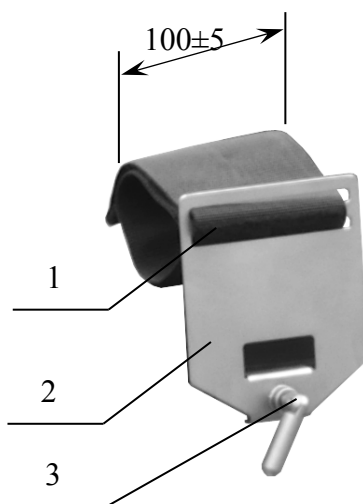

Рисунок 5. Рукодержатель.
5. Рукодержатель (фиксатор руки) (Рисунок 5). Мягкий синтетический ремень шириной 100 мм с зажимом и нержавеющей креплением к направляющей стола, регулируется положение вдоль панели стола.